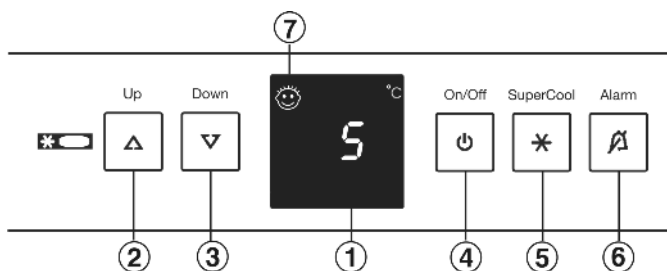

Fig. 2
- ▶ нажмите кнопку On/Off Fig. 2 (4).
- ▶ Активация режима настройки: удерживайте кнопку SuperCool Fig. 2 (5) прилб. 5 секунд.
- ▶ Кнопкой настройки Up Fig. 2 (2) и кнопкой настройки Down Fig. 2 (3) выберите n.
- ▶ Подтвердить: Коротко нажмите кнопку SuperCool Fig. 2 (5).
- ▶ Увеличение яркости индикации: нажмите кнопку настройки Up Fig. 2 (2).
- ▶ Уменьшение яркости индикации: нажмите кнопку настройки Down Fig. 2 (3).
- ▶ Подтвердить: нажмите кнопку SuperCool Fig. 2 (5).
- ▶ Выход из режима настройки: нажмите кнопку On/Off Fig. 2 (4).